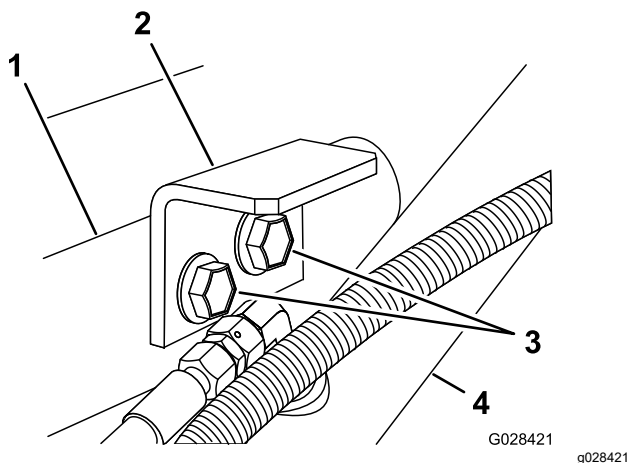

Figura 7
3. Asamblai suporturile de fixare pentru a susține consola în cadrul, folosind cele 2 uruburi cu guler și contrapiuliile cu guler demontate la pasul 1 (Figura 7).